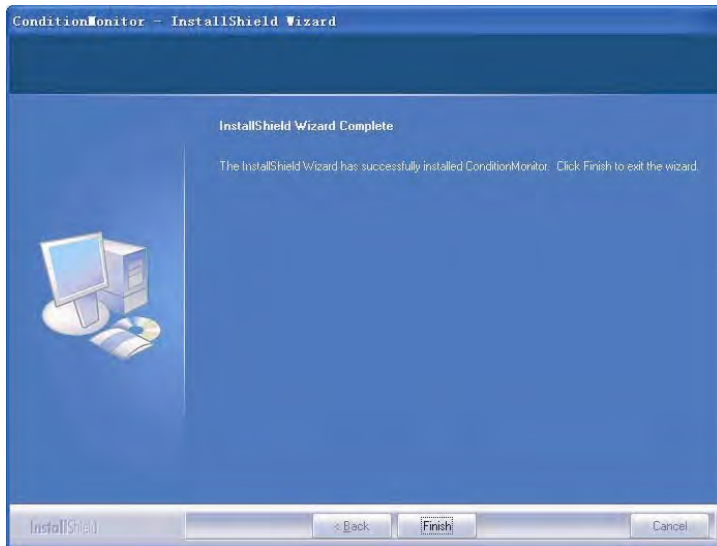

Abb. 2-8
- 7) Die Installation der Software ist abgeschlossen, sobald ein Fenster wie im Bild 2-8 erscheint. Auf "Finish" klicken, um die Installation zu beenden. Ein Fenster wie im Bild 2-8 wird angezeigt.